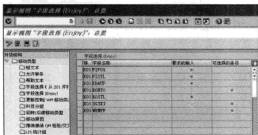

图 7-72 移动类型-字段选择
STEP 6 单击左栏中的“字段选择”属性,它主要用于定义在此交易画面上哪些关键字段是需要输入、可选项等内容,如图 7-72 所示。